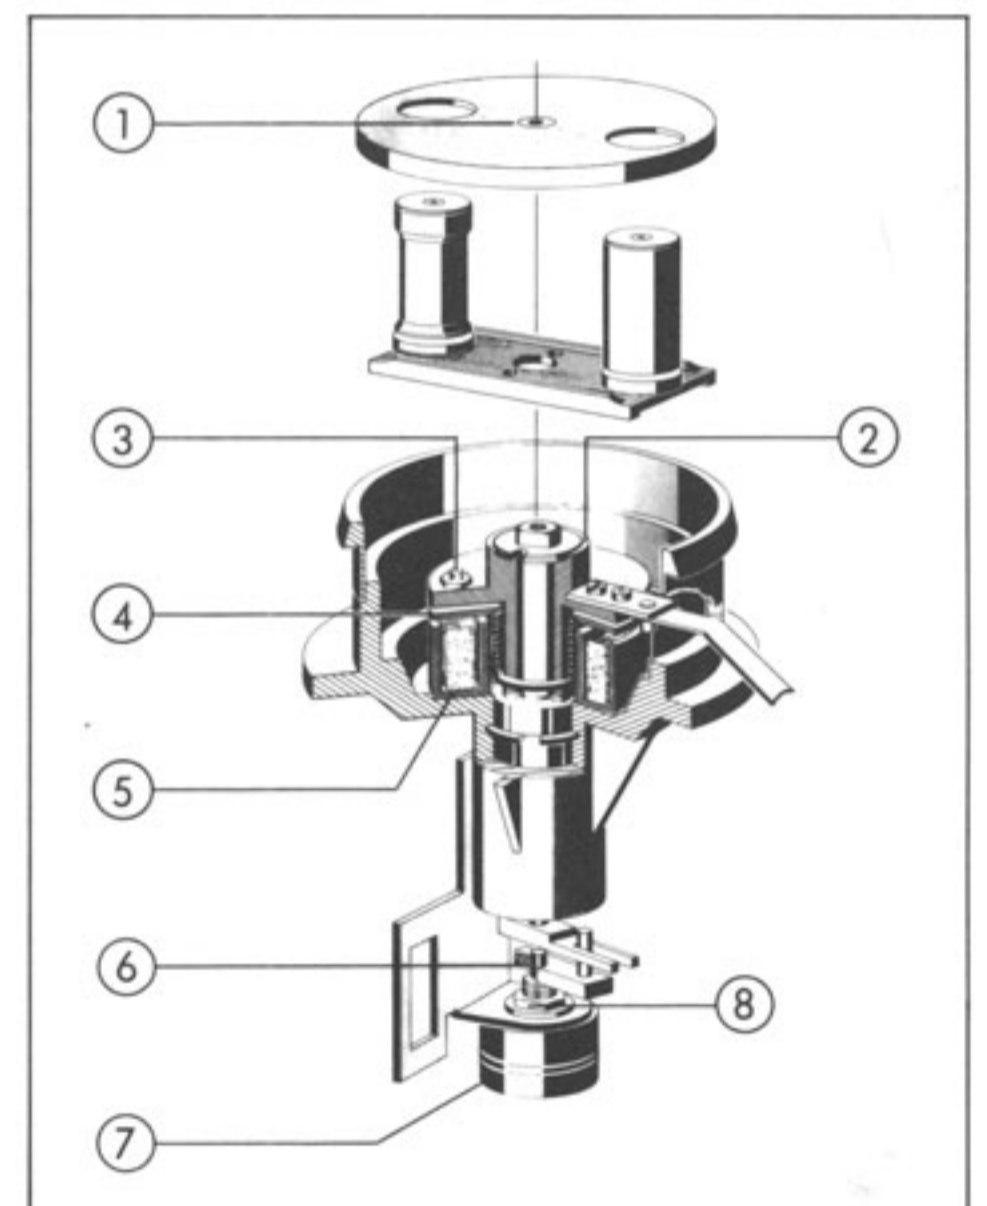

Fig. 3.6.1
Schraube [1] (siehe Fig. 3.6.1) die
ing screw (1) (see Fig. 3.6.1).
- Gravierte Bandzugwaagendeckel montieren und vor dem Festziehen der Schraube [1] die Potentiometerkupplung [6] gegen die Bandzugwaagen-Ruhestellung drücken (siehe Fig. 3.6.1).
- Install engraved tape tension sensor covers and press potentiometer coupling (6) against neutral position of tape tension sensor before securing screw (1) (see Fig. 3.6.1).